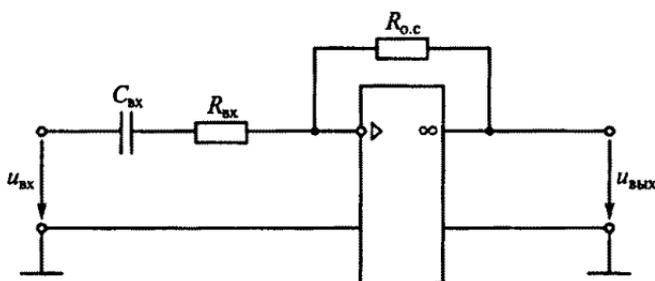

Рис. 160
4.32. В системах автоматики операцию технического дифференцирования часто выполняют с помощью активного дифференцирующего звена на операционном усилителе (рис. 160). Какие преимущества обеспечивает активное дифференцирующее звено в сравнении с пассивной дифференцирующей цепью, приведенной на рис. 158, *a*? (Указать неправильный ответ.)